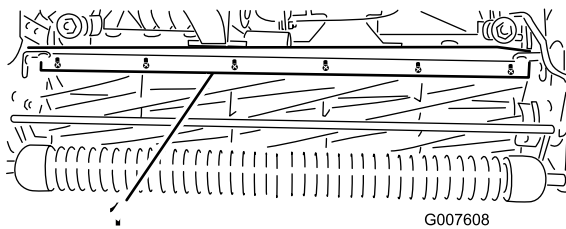

図 52
1. バー (図 52) をカッティングユニットに固定しているネジをゆるめる。